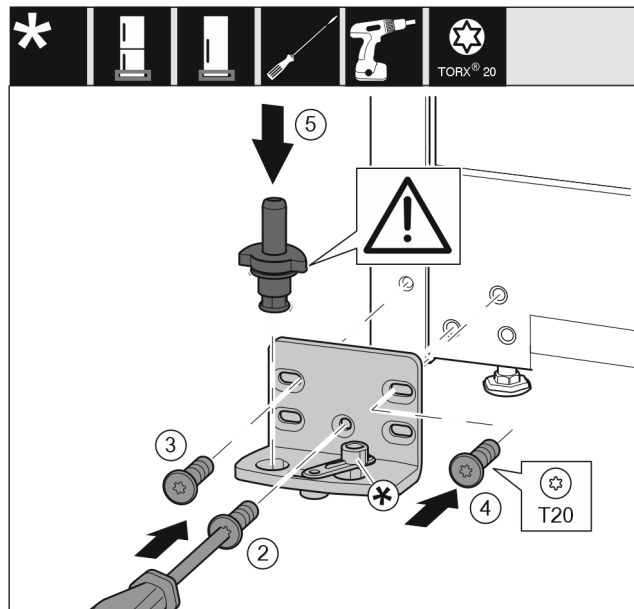

Fig. 18
- ▶ Nasadte stojan ložiska na druhé straně a přišroubujte pomocí šroubováku. Začněte šroubem Fig. 18 (2) dole uprostřed.
- ▶ Utáhněte šroub Fig. 18 (3) a šroub Fig. 18 (4).
- ▶ Zcela vložte ložiskový čep Fig. 18 (5). Přitom dávejte pozor, aby zajišťovací vačka směřovala dozadu.